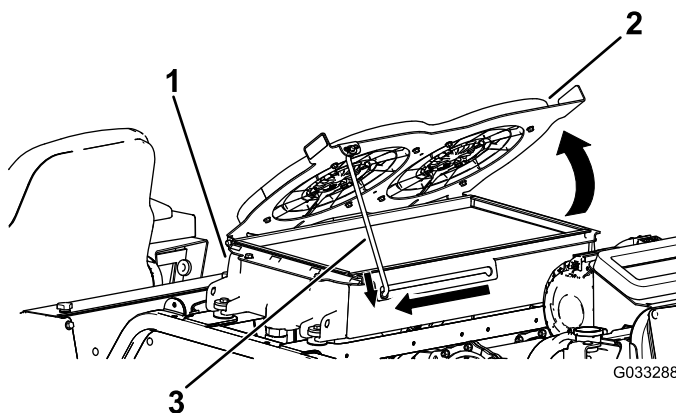

Figura 119
- Rode as ventoinhas do refrigerador hidráulico para cima e fixe a barra de apoio no entalhe (Figura 119).